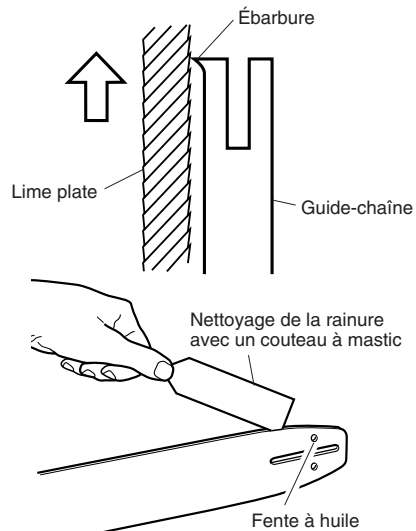

Figure 19 - Entretien de la guide-chaîne
2. Retirer périodiquement la sciure se trouvant dans la rainure de la guide-chaîne. Utiliser un couteau à mastic ou un morceau de fil de fer (voir la figure 19).